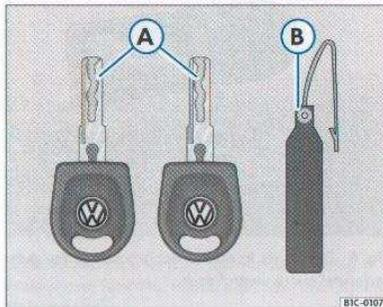

Fig. 7 Juego de llaves
- Dos llaves principales9) ⇒ fig. 7 (A),
- Un llavero de plástico (B) con el número de la llave.